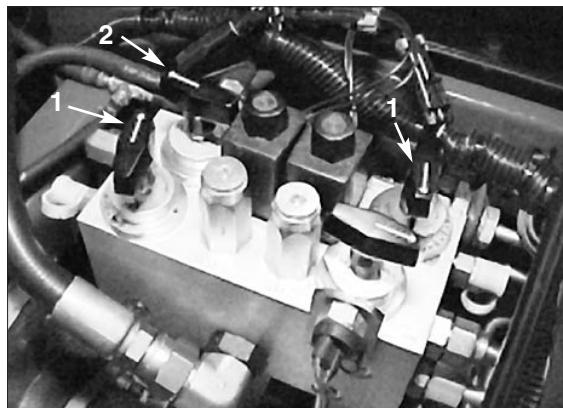

Bild 14
- Machen Sie die Spindeldrehzahl-Einstellräder und Schärfenräder (Bild 14) ausfindig. Drehen Sie den/die gewünschten Schärfenrad/-räder auf Schärfen sowie das/die gewünschte(n) Spindeldrehzahl-Einstellrad/-räder auf „1“.